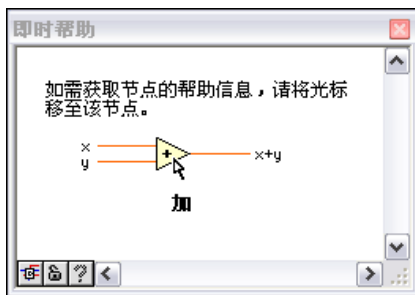

图 2-2 即时帮助窗口
1. 从前面板窗口或程序框图窗口中选择**帮助**»**显示即时帮助**，显示**即时帮助**窗口，如图 2-2 所示。也可单击前面板或程序框图工具栏的**显示即时帮助窗口**按钮，如左图所示，从而显示**即时帮助**窗口。